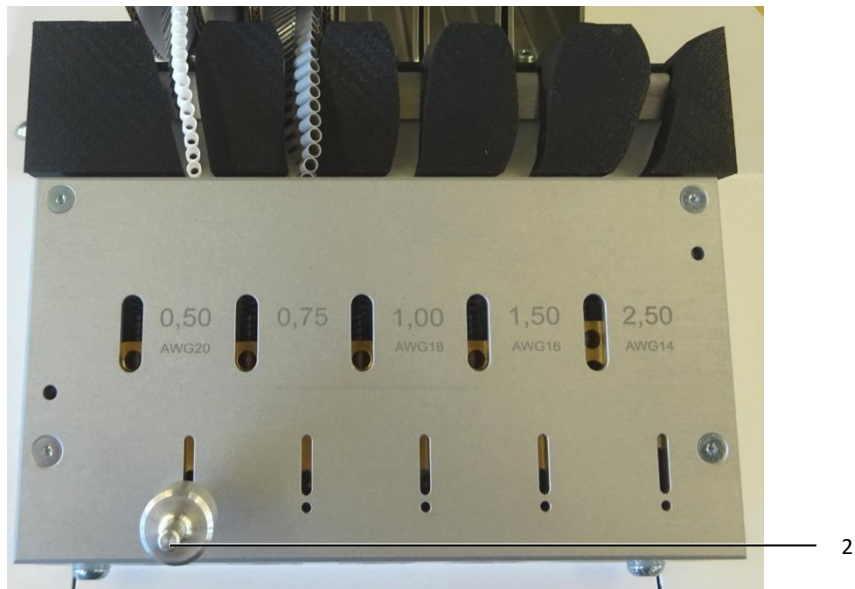

Bild 9: Fixerstift nedtill
- Sätt i fixerstiftet med den lilla diametern framåt i den undre öppningen (bild 9, pos. 2) i transportenheten.